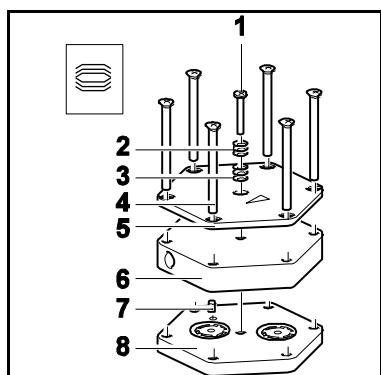

Abb. 10: Pumpenkopf montieren
1. An pneumatischer Kopfverschaltung (3) die Überwurfmuttern (2) von Hand lösen. Winkeleinschraub-Verschraubung (1) des Pumpenkopfs (4) gegen den Uhrzeigersinn drehen, bis Verbindungsschlauch abgezogen werden kann.
2. An beiden Pumpenköpfen Druckplatte (Abb. 10/5), Kopfdeckel (Abb. 10/6), Zwischenplatte (Abb. 10/8) und Membranaufnahme mit einem durchgehenden Filzstiftstrich markieren. Dadurch wird verhindert, dass die Teile später falsch montiert werden.
3. Außenliegende Schrauben (5) von den Pumpenköpfen lösen.
6. Schraube/Schrauben (1) in der Mitte der Druckplatte (5) mit Tellerfedern (2, 3) einsetzen. Dabei auf die richtige Anordnung der Tellerfedern achten (siehe Abb. 10).
7. Schraube/Schrauben (1) festziehen, bis Schraubenkopf flächig aufsitzt. Schraube/Schrauben mit weiterer halber Umdrehung fixieren.
Gewechselte Membrane und Ventilplatten/Dichtungen	<ul style="list-style-type: none"> → Sicherstellen, dass Passscheiben auf das Membrangehäuse aufgesteckt wurden. → Kopfverschaltung und Schlauchverbindungen auf Dichtigkeit prüfen. → Eventuell die äußeren Schrauben (Abb. 10/4) der Druckplatte vorsichtig über Kreuz anziehen.